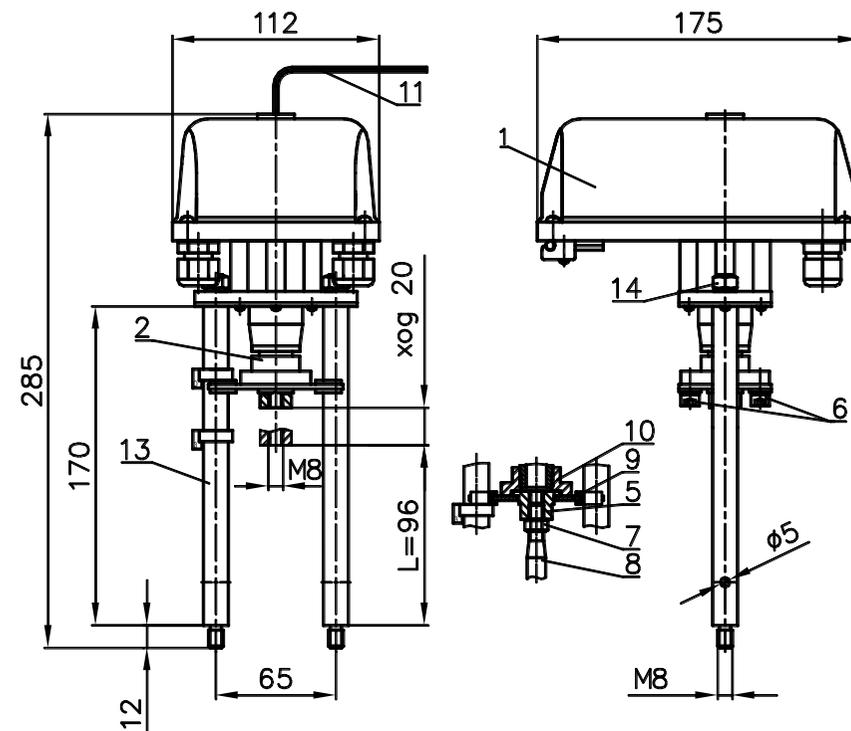

Рисунок 1 - ВЭП-121М
- электропривод (рисунок 1 – позиция 1);
- винтовая передача (рисунок 1 – позиция 2).